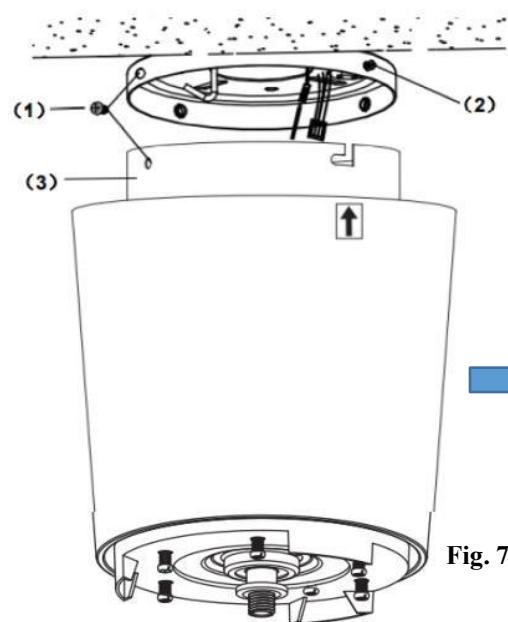

Fig. 7
- 모터 상단부의 L자형 슬롯의 끝 부분에서 제자리에 고정될 때까지 돌리고 별모양 와셔가 모터와 나사 헤드 사이에 있는지 확인한 다음 드라이버로 두 개의 마운팅 브라켓 고정 나사를 조여 고정합니다. (Fig. 7)